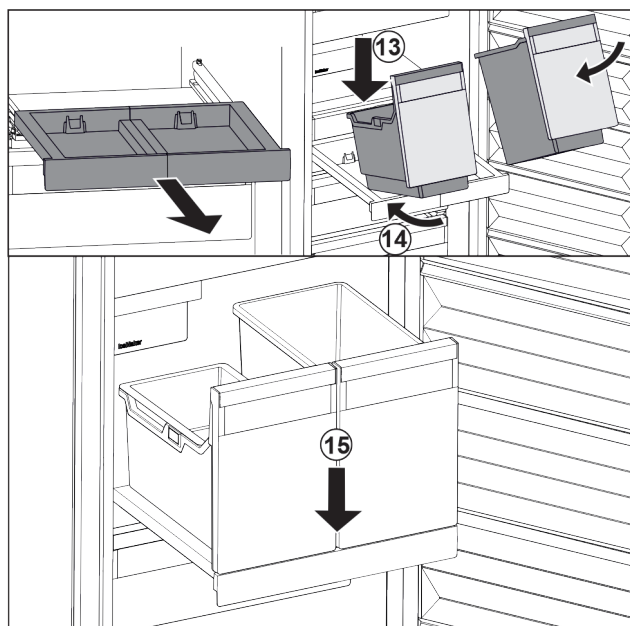

Fig. 106
- ▶ Posodo položite na izvlečno polico v poševnem položaju. Fig. 106 (13)
- ▶ Posodo potisnite v poševnem položaju proti zadnji strani. Fig. 106 (14)
- ▶ Posodo odložite spredaj. Fig. 106 (15)